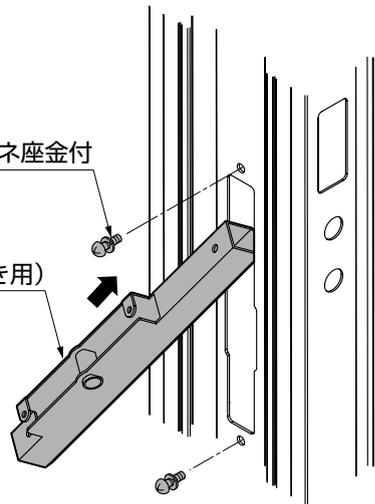

図3-14
②錠受け側の框に錠受け金具 (両開き用) を差込み、矢印のように上に持ち上げ、ケース部分が框に全て入った後、錠受け金具を垂直に下におろし、【2-1】で固定してください。(図3-14参照)